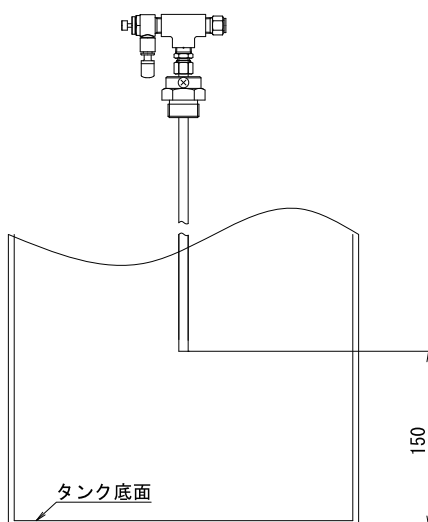

Fig.3.7
- 3) 検知管のパイプ先端がタンクの底から 150mm 高い位置に「検知管固定ネジ」にてしっかりと固定してください。この時、検知管を勢いよくタンク表面に押し当てないようにしてください。(Fig.3.7)